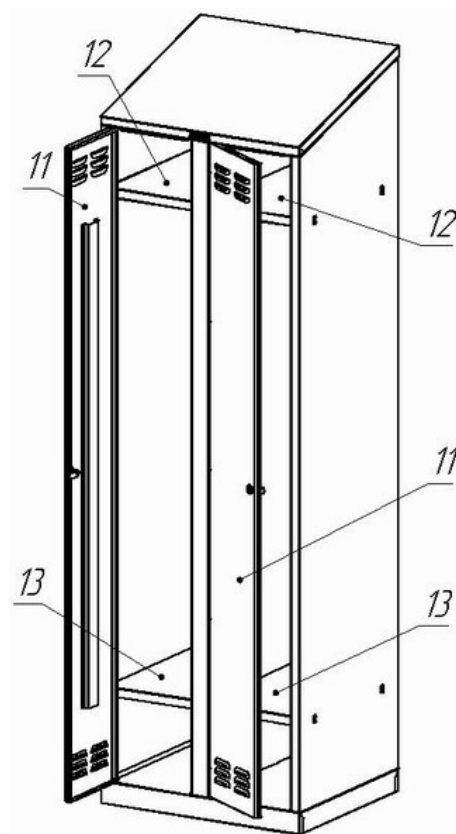

Рис.10
4.12 Установите двери 11. Затяните все винты. Установите полки: сверху полки с вешалкой 12, снизу полки без вешалки 13 (рис. 10).